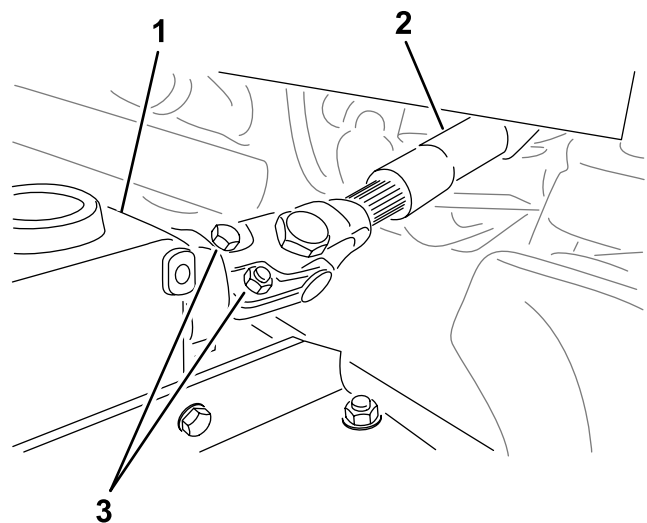

Рисунок 20
- Выверните болты с гайками с вала отбора мощности (Рисунок 20) и снимитевилку с редуктора.